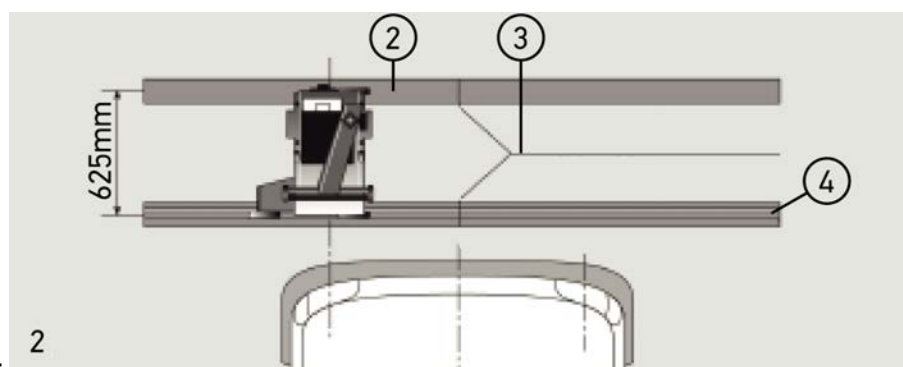

Fig. 2 :
- Les glissières doivent être mise en place par deux, à 90° par rapport à la l'axe longitudinal de véhicule. Éviter les décalages latéraux au niveau des points de contact entre glissières (Fig. 2).